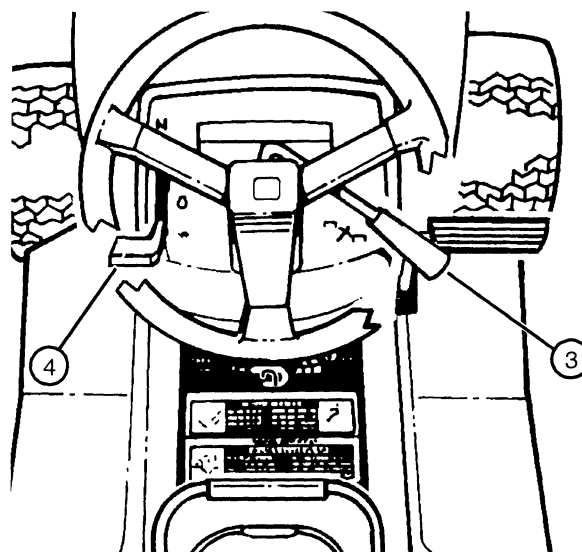

FIGURA 20
- Mueva la palanca de la aceleración (4) a la posición de FAST (rápido). (vea la Figura 20)
- Empuje la palanca de transmisión de las cuchillas (3) hacia adelante para arrancar las cuchillas.